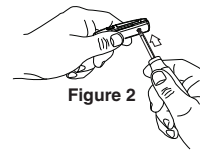

Figure 2
2. Poussez sur la vis avec le tournevis. (Figure 2)